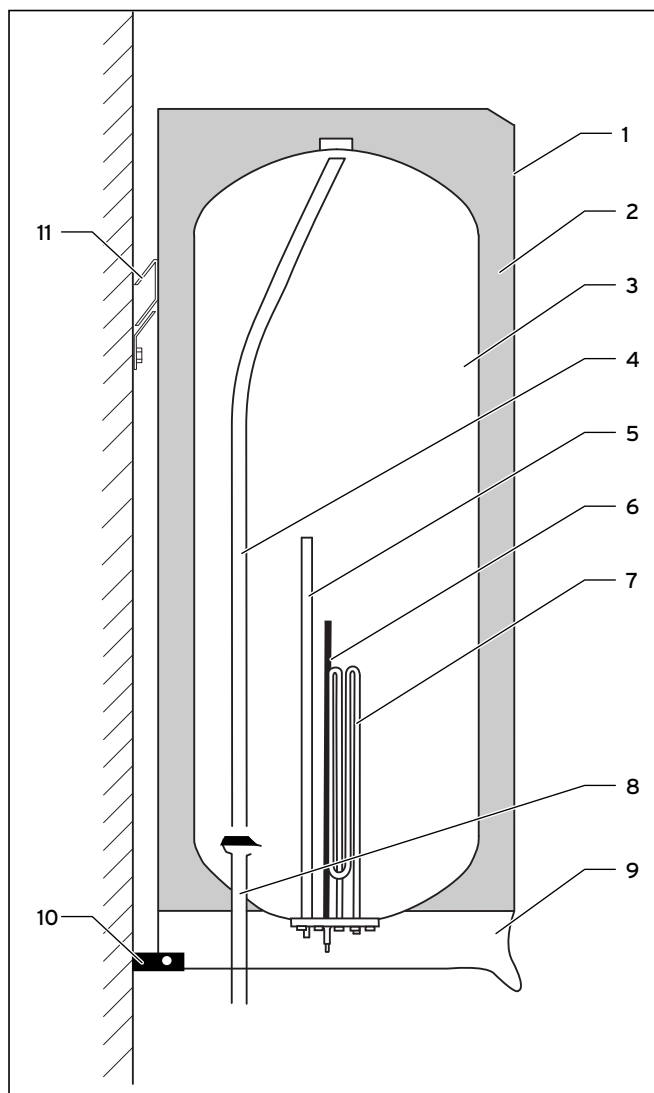

Рис. 2.1 Конструкция
При закрытых вентилях разбора горячей воды водяной объём не соединён с атмосферой. При открытии вентиля разбора горячей воды холодная вода поступает через впускную трубу холодной воды (8, рис. 2.1) и выдавливает горячую воду из внутреннего резервуара (3) через выпускную трубу горячей воды (4). Отбойная пластина на впускной трубе холодной воды (8) обеспечивает равномерное распределение втекающей холодной воды.